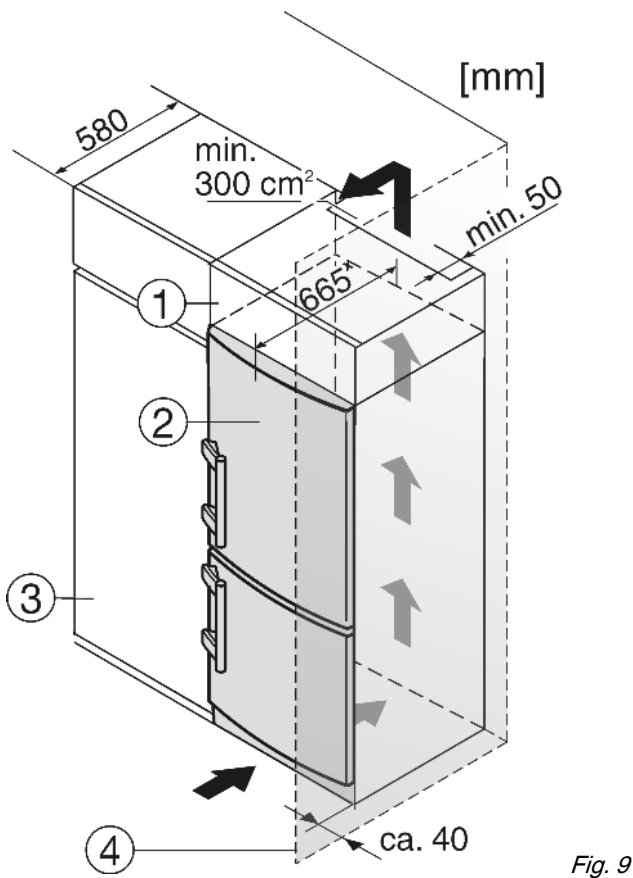

Fig. 9
- (1) Opbouwkast (3) Keukenkast
(2) Apparaat (4) Wand
Het apparaat *Fig. 3 (5)* kan worden ingebouwd in de keuken. Om het apparaat aan de hoogte van het keukenblok aan te passen, kunt u er een passende opbouwkast *Fig. 9 (1)* op plaatsen.
Bij ombouw met keukenkasten (max. diepte 580 mm) kan het apparaat direct naast de keukenkast *Fig. 9 (3)* worden opgesteld. Ten opzichte van het keukenkastfront steekt het apparaat opzij 70 mm * en in het midden van het apparaat 85 mm * uit.
Plaatst u het apparaat met de scharnierkant naast een muur *Fig. 9 (4)*, dan moet de afstand tussen apparaat en muur minstens 40 mm bedragen. Dit in verband met het uitsteken van de deurgreep bij een geopende deur.